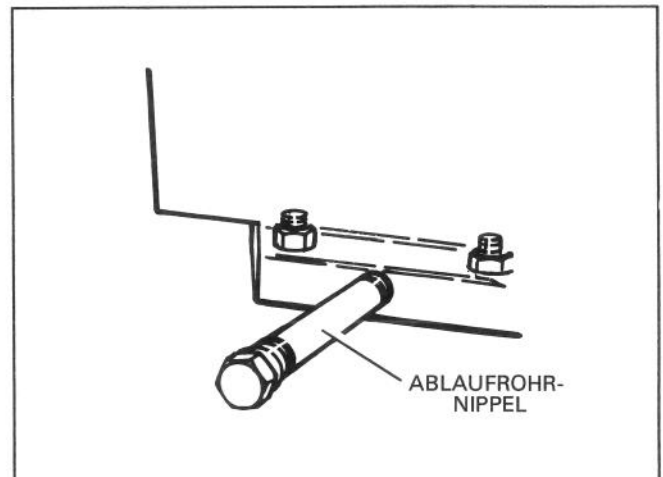

Abb. 2
3. Nachdem das Öl abgelaufen ist, den Nippel des Abflußrohrs vom Motor entfernen (Abb. 2).